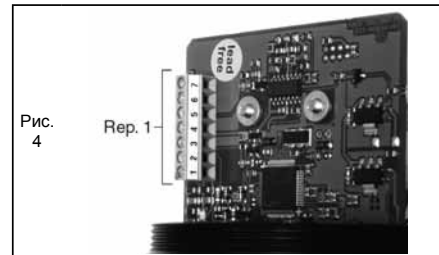

Рис. 4
ЭЛЕКТРИЧЕСКОЕ СОЕДИНЕНИЕ (Рис. 4)
• Перед началом любых работ выключите электропитание и прекратите подачу воздуха, чтобы обесточить компоненты. Отвинтите и снимите крышку. Подключите клеммный блок (рис. 4, № 1), как указано ниже. Напряжение питания 24 В постоянного тока.